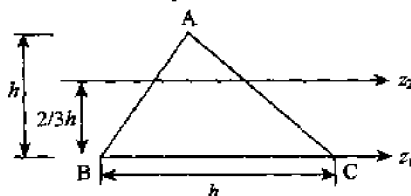

图 5-26
4. 如图 5-26 所示,三角形 ABC ,已知 $I_{z_1} = bh^3/12$, z_2 轴 // z_1 轴,则 I_{z_2} 为_____。